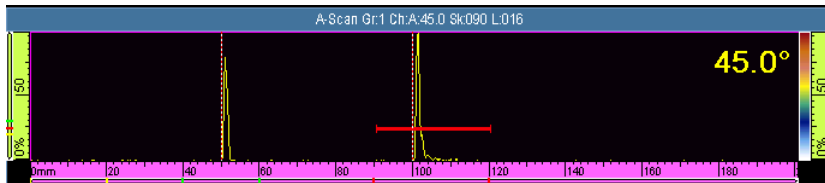

Рис. 5-4 Установка строба на втором сигнале
- a) Задайте значения **Начало** и **Ширина** для установки строба А на втором сигнале, таким же образом, как для первого сигнала (см. Рис. 5-4 на стр. 122).